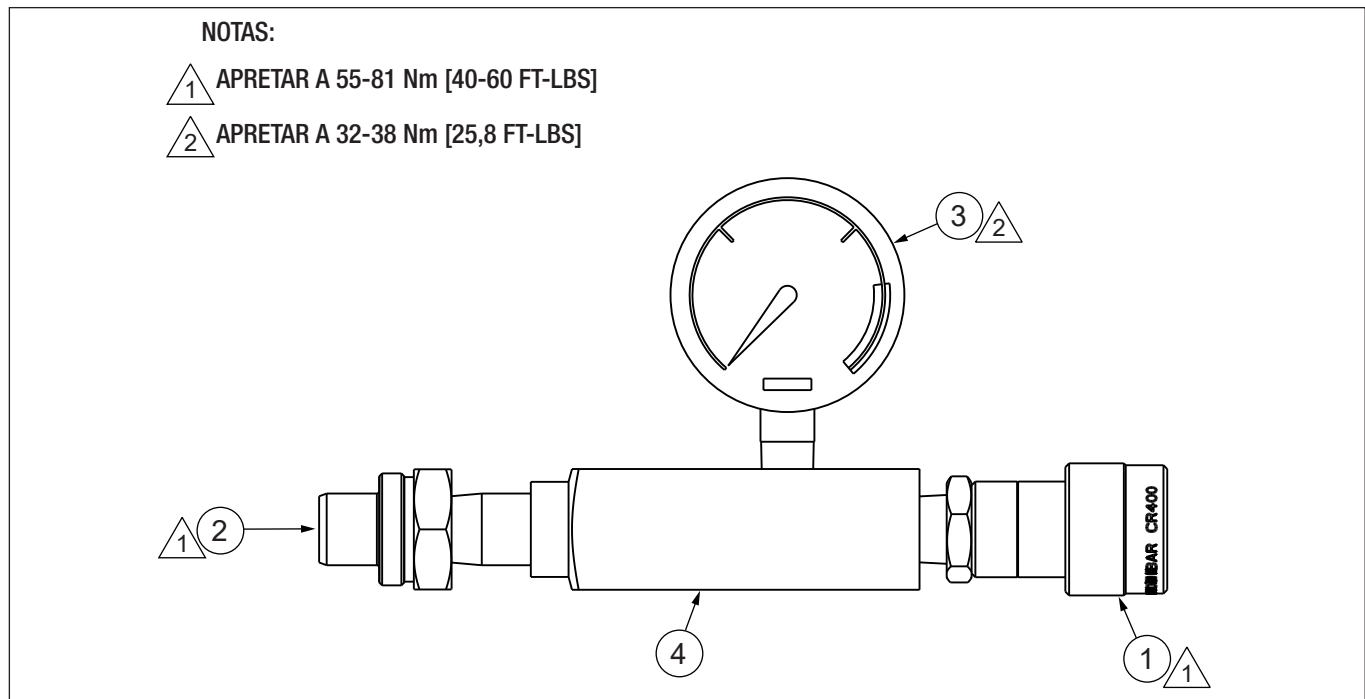

Figura 22: Despiece - Conjunto de medición de la presión
9.4.1 Tabla de piezas del conjunto de medición de la presión LGH100900-5 (Figura 22)